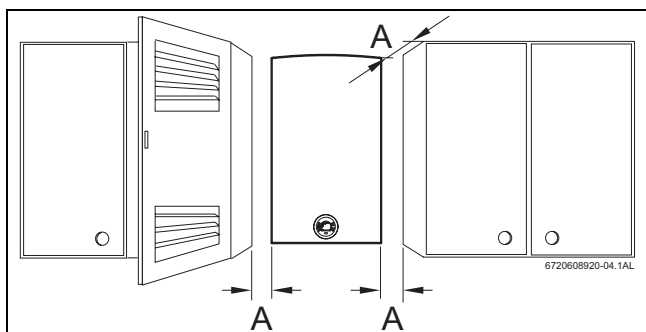

Fig. 21 Distanze minime
- ▶ Rispettare le misure minime d'installazione indicate nella Fig. 21.
- ▶ Assicurare la buona accessibilità durante i lavori di manutenzione, rispettando le distanze minime indicate nella Fig. 21.